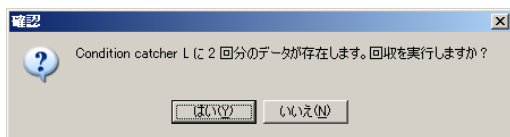

図 42. 本体に記録されている計測回数を通知するメッセージ
- ①パソコンの電源を投入し、『コントロール・ソフトウェア』を起動し、初期画面を表示します。
- ②本体の電源を投入し、USBまたはLAN ケーブルを接続します。
- ③初期画面の『計測条件設定』ボタンをクリックし、計測条件設定画面を表示します。
- ④計測データの回収に使用するインターフェイスの選択は、画面ツールバー上の『制御方法』の項で行います。LAN(ネットワーク)を選択した場合には同じく画面ツールバー上の『IPアドレス』に対象とする本体のIPアドレスを入力してください。
- ⑤『計測データの回収』ボタン(右から2番目)をクリックすると、本体に記録されている、計測回数※1が図 42 のように表示されます。確認して『はい』ボタンをクリックしてください。
- ⑥回収を実行すると Windows の保存ダイアログが表示されます。ここで、保存先と保存ファイル名を指定して『保存』ボタンをクリックしてください。
- ⑦本体に複数の計測回数※1分の計測データが存在する場合には、繰り返し保存ダイアログが表示されますので、その都度保存を実行してください。計測回数※1ごとに、それぞれ個別のファイルとして保存されます。
- ⑧ここで保存した計測データは、パソコンの画面に波形として再表示したり、表計算ソフトで読み込み可能なファイル形式に変換することができます。これらの操作については 28 ページの『計測データの管理』を参照してください。